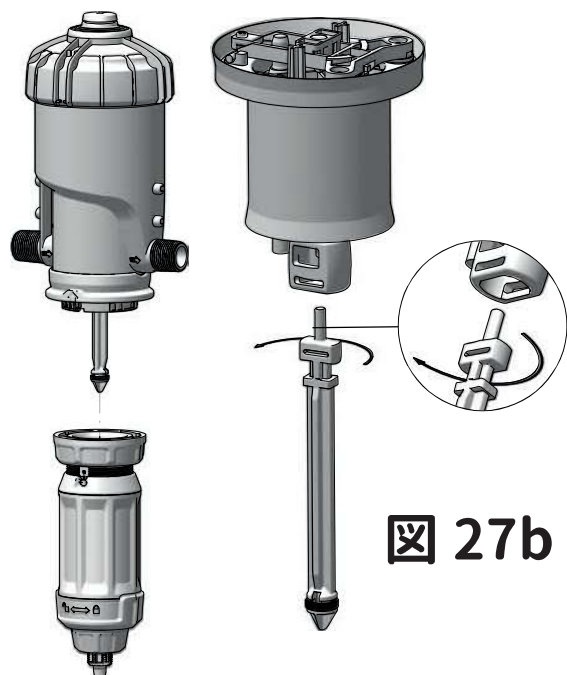

図 27b
- 注入ピストンを反時計回りに1/4回転させてロックを解除し、モーターピストンから取り外します (図27a・図27b)。